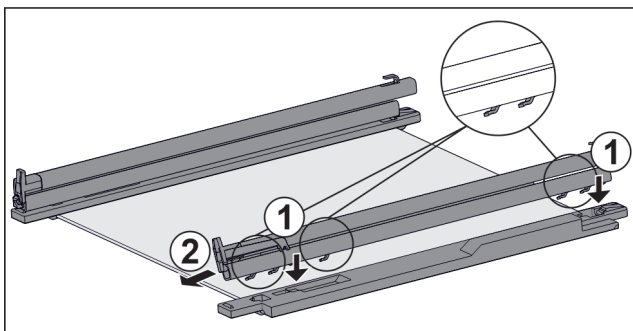

Fig. 160 Staklena ploča s vodilicama i pridržnim dijelovima
- ▶ Stavite kuke vodilice na otvore **lijevog** pridržnog dijela. Fig. 160 (1)
- ▶ Skinite vodilicu prema naprijed. Fig. 160 (2)
- ▶ Stavite kuke vodilice na otvore **desnog** pridržnog dijela. Fig. 160 (1)